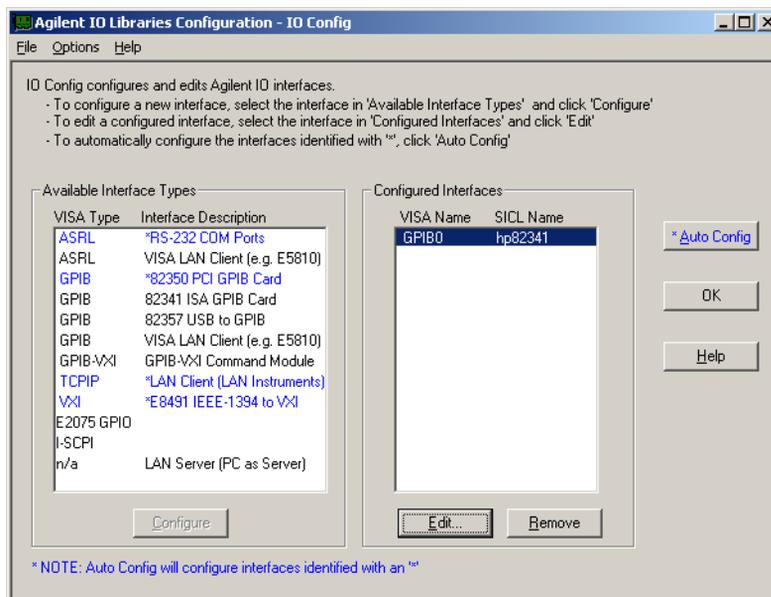

Figura 37 La finestra Interface Configuration ora riporta la scheda GPIB configurata
- 6 Selezionare OK. La scheda GPIB configurata deve risultare ora elencata sotto “Configured Interfaces” nella finestra Interface Configuration (Figura 37 a pagina 83).